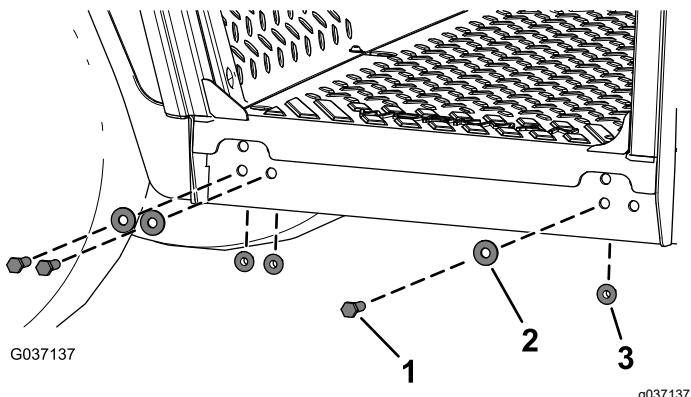

Figure 12
5. Fixez les côtés du cadre de la cabine sur la machine au moyen de 6 boulons à tête hexagonale ($\frac{3}{8}$ x $1\frac{1}{4}$ po), 8 rondelles ($\frac{3}{8}$ po) et 6 contre-écrous à embase ($\frac{3}{8}$ po), comme montré à la Figure 12.